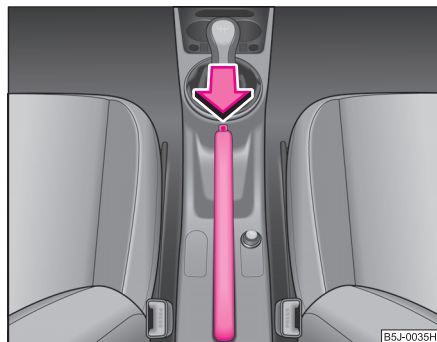

Abb. 91 Mittelkonsole:
- Ziehen Sie den Handbremshebel etwas hoch **und** drücken Sie **gleichzeitig** den Sperrknopf ⇒ Abb. 91 hinein.